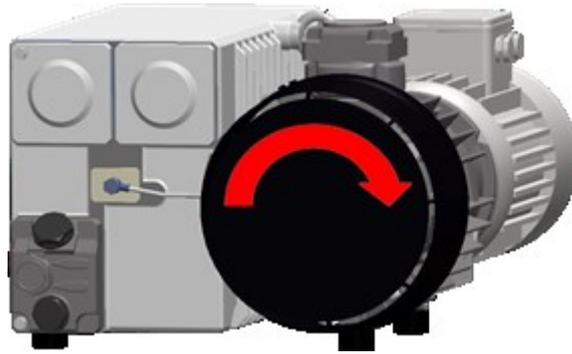

Abbildung 6: Rotationsrichtung der Vakuumpumpe
5. Prüfen Sie die korrekte Rotationsrichtung der Pumpe des Dreiphasenmodells. Vgl. *Abbildung 6: Rotationsrichtung der Vakuumpumpe* auf Seite 17.